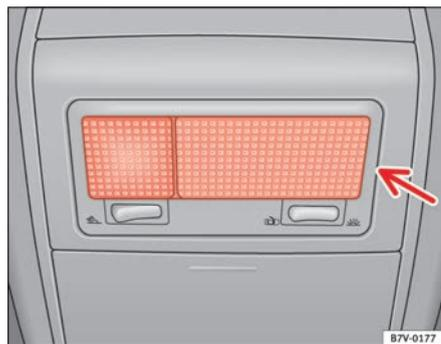

Fig. 170 Luz de lectura
- Gire el portalámparas del dorso de la lámpara en el sentido de la flecha ⇒ fig. 170 y sepárela.